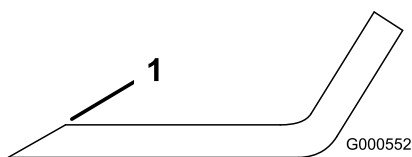

Figura 65
- Utilize uma lima para afiar aresta de corte em ambas as extremidades da lâmina (Figura 65).
**Nota:** Se lâmina não estiver equilibrada, lime algum metal da extremidade da aba apenas (Figura 65).